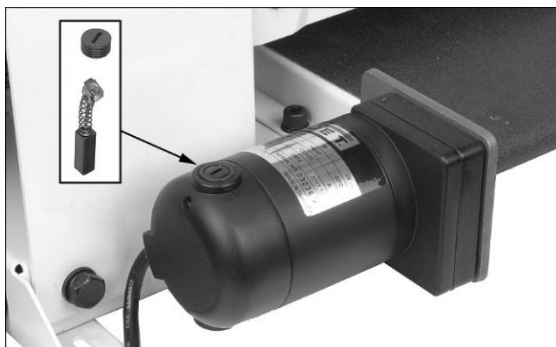

Abbildung 10-4: Bürstenkontrolle
2. Die Bürstenkappe abschrauben (Abb. 10-4).